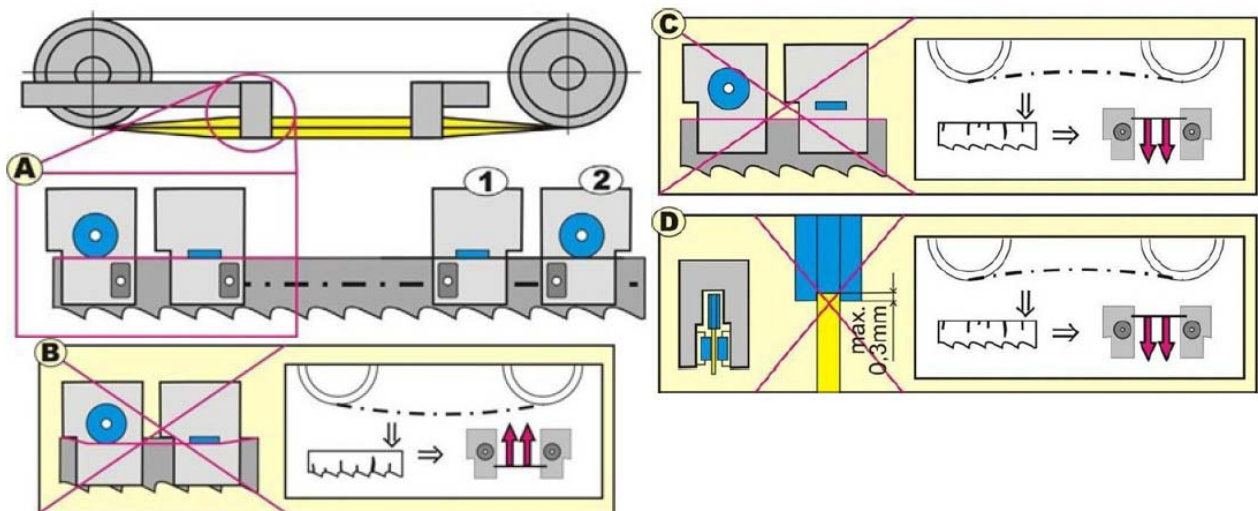

Fig.44: Guías de cinta
Para lograr una vida útil óptima de la cinta de corte y una precisión de corte, es necesario asegurarse de que la cinta se mueva de forma natural en las guías y que no se distraiga con las guías o el material, refiriéndose a la pos.1 en la Fig.44. El ajuste es idéntico para sierras con almohadillas y rodillos guía.